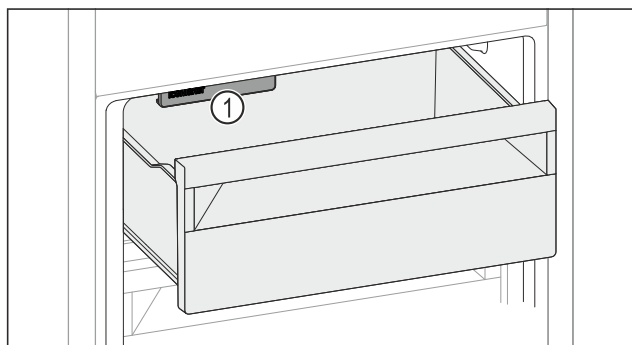

Fig. 49
- ▶ Upoštevajte IceMaker Fig. 49 (1).